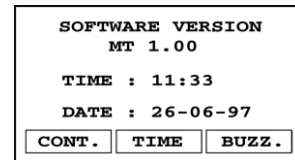

Fig.35. Set up meny
1. Tryck SET UP tangenten, se set p meny, fig 35.
1. Tryck SET UP tangenten, se konfigurationsmenyn fig 35.